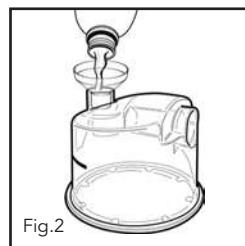

Fig.2
- c. Remplir la chambre d'humidification avec de l'eau distillée uniquement jusqu'au trait. Un entonnoir facultatif est fourni pour faciliter le remplissage (Fig.2).
- Remplacer l'ancien filtre par un filtre neuf. La ligne verticale noire doit faire face à l'appareil (Fig.2).